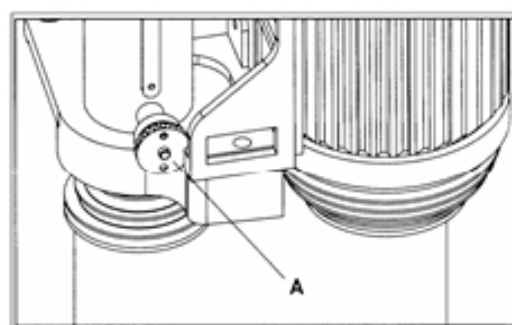

Рис. 3.9
1. Откройте заднюю дверцу корпуса станка. Поверните стопорную ручку (А) Рис. 3.9, пока отверстие на ручке не зацепится со штифтом. Таким образом, ручка (А) зафиксирует "стопор вращения шпинделя".